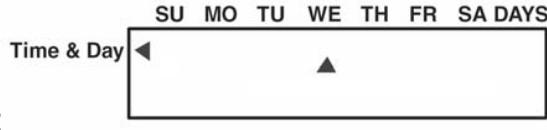

fig. 12
- 2) desloque-o com as teclas ↓↑ até mostrar a data actual (fig. 12)